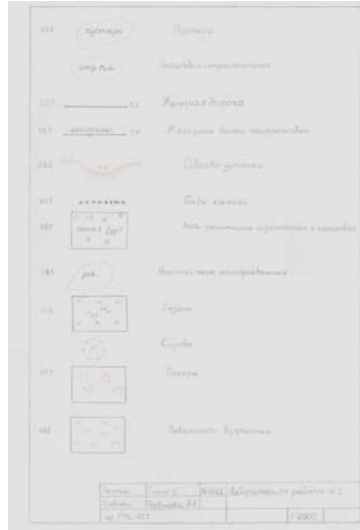

Рис. 43. Схема расположения условных знаков
3. Вычертите на бумаге формата А4 десять условных знаков для масштаба 1:2000 вначале карандашом, затем обведите их цветной тушью (рис. 43). При вычерчивании условных знаков следует пользоваться таблицами. При защите работы знать вычерчиваемые знаки.